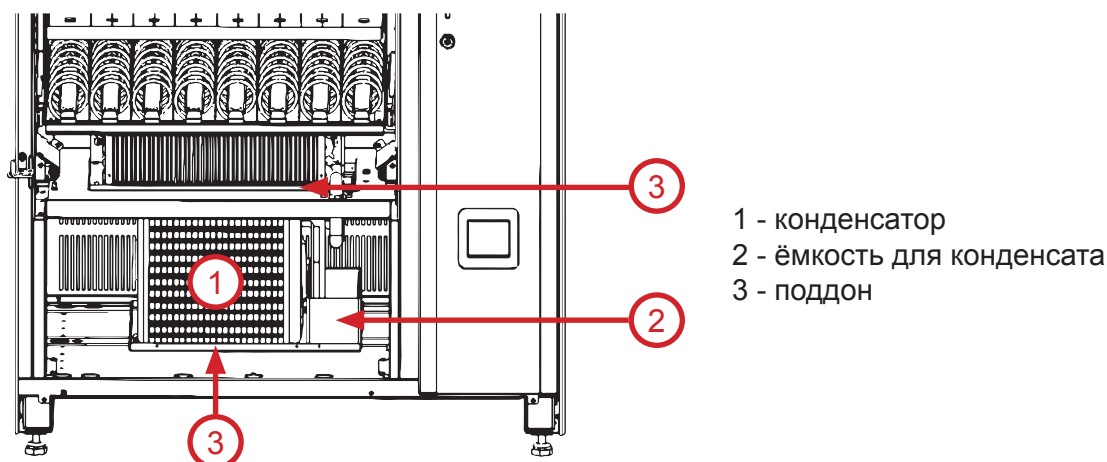

Рисунок 30 - Автомат без лотка выдачи
- Конденсатор (см.рис.30, поз.1) и вентиляционные решётки очистите с помощью пылесоса, узкой щётки и хлопковой тряпки.
- Проверьте ёмкость для конденсата (см.рис.30, поз.2). Если она заполнена водой,откачайте воду любыми подручными приспособлениями (губкой, тряпкой, шприцом, моющим пылесосом и т.п.);
- В поддонах (см.рис.30, поз.3) и на оболочках электрических кабелей не должно быть воды. Если она есть, следует сухой тряпкой убрать воду и дать окончательно просохнуть.